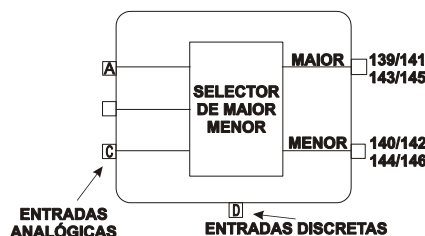

Figura 3A - Bloco Típico
Cada bloco possui um **Parâmetro de Ligação (L)** para cada entrada. Um bloco com três entradas possui os seguintes **Parâmetros de Ligação**: **LIA**, **LIB** e **LIC**. Se o bloco SELETOR DE MAIOR E MENOR, mostrado na figura 3A, tem **LIA** = 2, isto significa que a entrada **A**, deste bloco, está ligada (conectada).